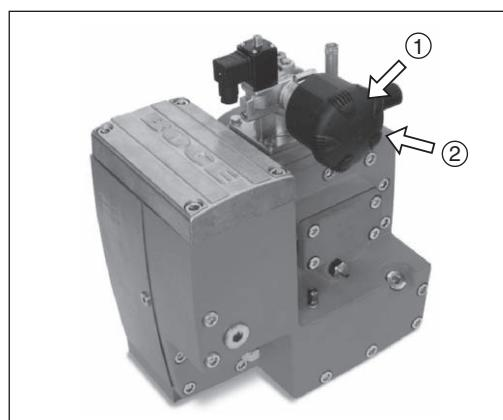

Abb. 4.2: Ansaugfilter wechseln
- Deckel ① des Filtergehäuses abnehmen (s. Abb. 4.2).
- Filtereinsatz ② herausnehmen (s. Abb. 4.2).